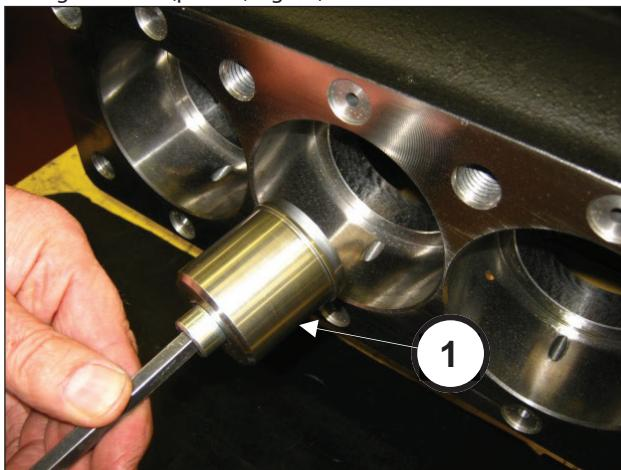
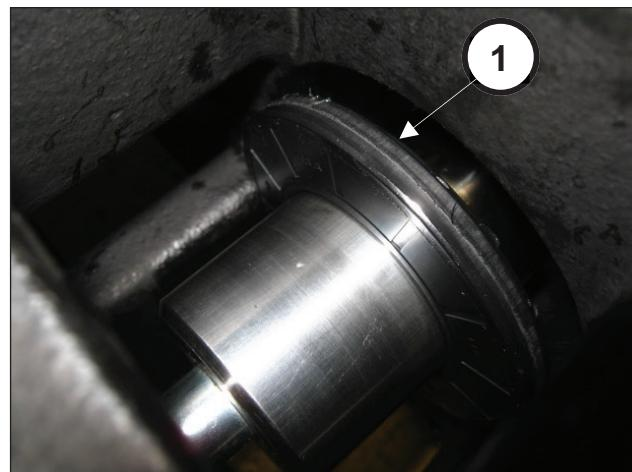

Fig. 34
Fig. 35
Introducir la herramienta (pos. ①, Fig. 34) y enroscarla en el vástago a fondo (pos. ①, Fig. 35).